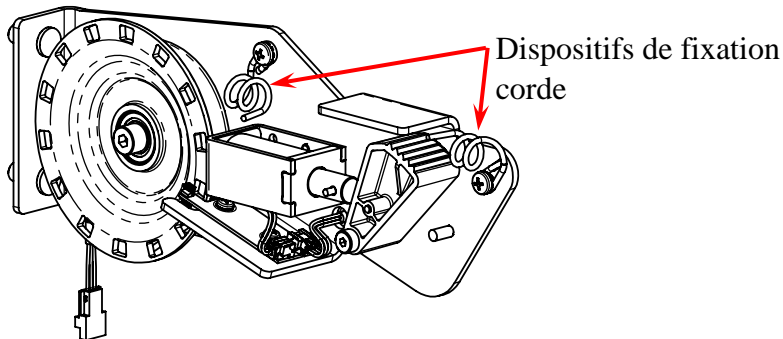
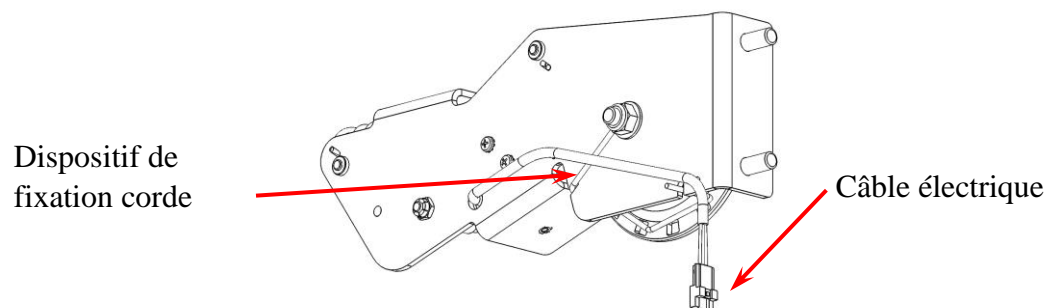

Figure E-2, Dispositifs de fixation corde de l'unité frein/encodeur
Figure E-3, Dispositif de fixation corde de l'unité frein/encodeur et câble électrique
4. Débrancher le câble électrique du frein/encodeur (voir la Figure E-3).
5. En utilisant une clé à cliquet ou une visseuse avec une clé à douille de ½", retirer les écrous à bride (2) qui fixent l'unité frein/encodeur au canal en C. Lors du retrait du deuxième écrou, tenir l'unité frein/encodeur pour éviter qu'elle ne tombe.
6. En tenant l'unité frein/encodeur, retirer la corde de tous les dispositifs de fixation corde (voir les Figures E-2, E-3).